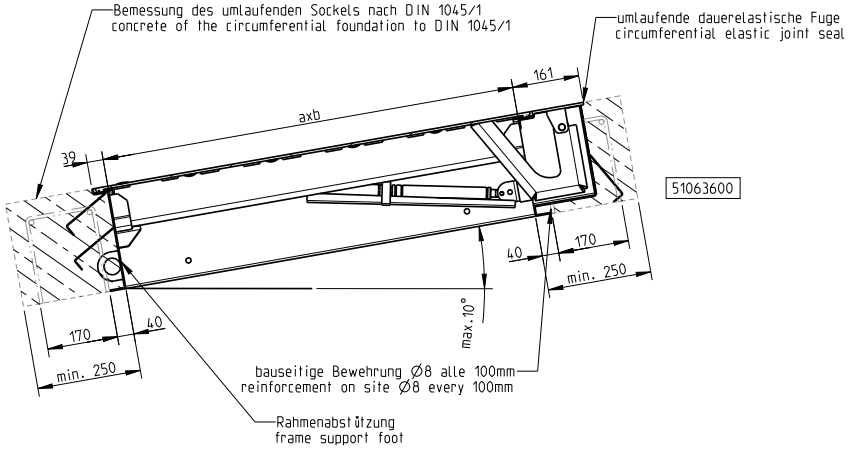

Fig. 3 – SD7 lutande installation
2. Manhålsluckan är lämplig att installera med en **lutning på max 10 %**. Beakta gångjärnens placering enligt bifogad ritning! (Fig. 3)